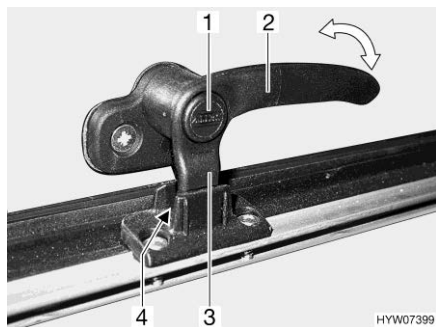
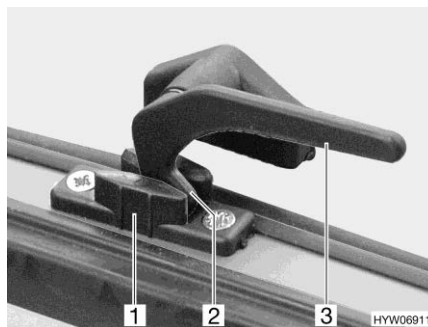

Bild 72 Låsarm med låsknapp i läget "kontinuerlig vädning"
Bild 73 Låsarm i läget "kontinuerlig vädning"
- I läget "kontinuerlig vädning" (Bild 72 och Bild 73)
- Tryck på låsknappen (Bild 72,1) om sådan finns och håll den nedtryckt.
- Sväng låsarmen (Bild 72,2 eller Bild 73,3) ett kvarts varv mot fönstrets mitt.
- Vrid tillbaka låsarmen. Därvid måste låsarmens låsspak (Bild 72,3 eller Bild 73,2) föras in i spåret på fönsterlåsen (Bild 72,4 eller Bild 73,1).
- Släpp låsknappen (Bild 72,1) om sådan finns.